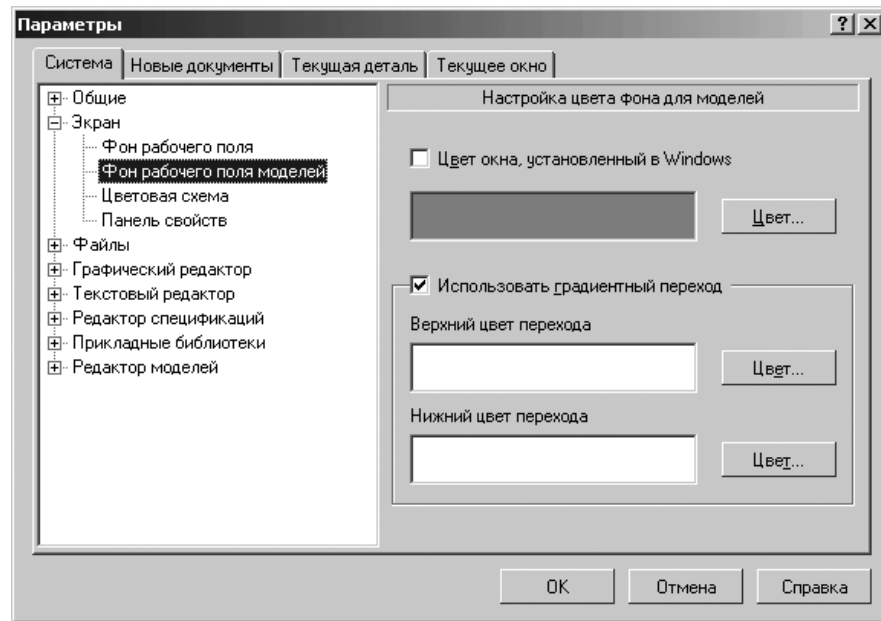

Рис. 9.6. Диалоговое окно **Параметры** с открытой вкладкой **Система** и открытой панелью **Настройка цвета фона для моделей**
- щелкните по пункту **Фон рабочего поля модели**. Откроется в правой части диалогового окна панель **Настройка цвета фона для моделей** (рис. 9.6);